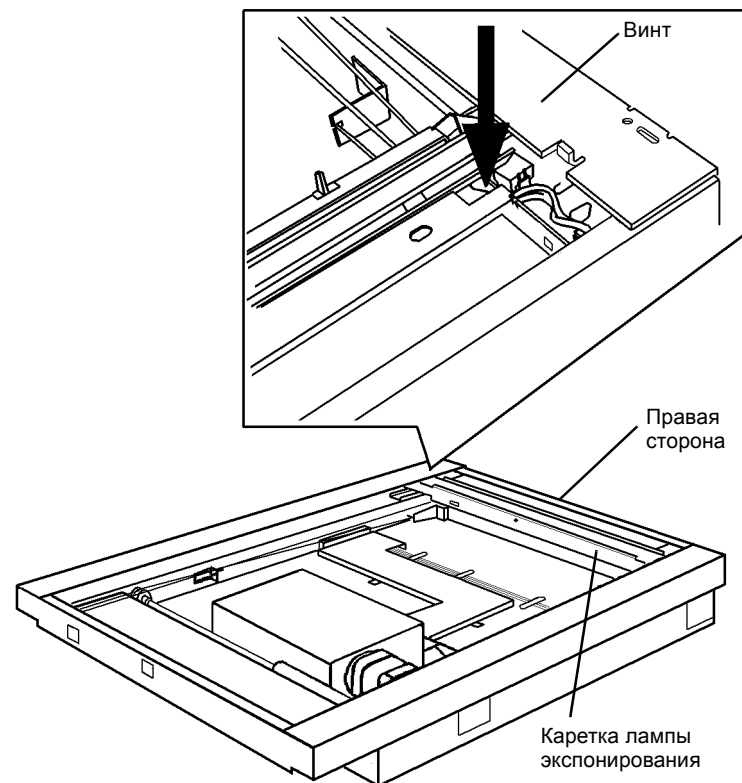

Рисунок 2 Регулировка кареток
1. Отрегулируйте каретки (Рисунок 2).
- c. Прижмите каретку к правому краю RIS, затяните винты (2).